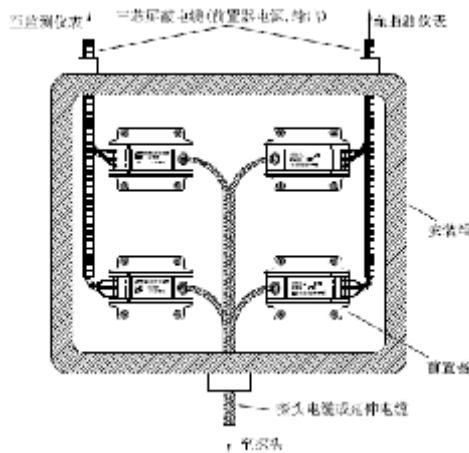
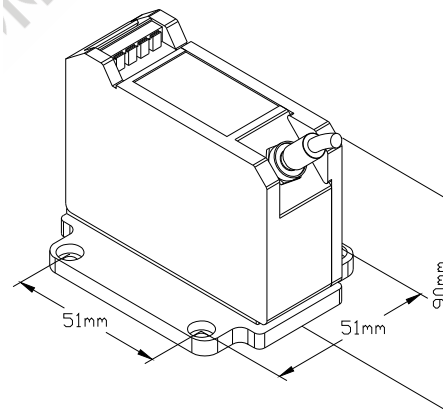
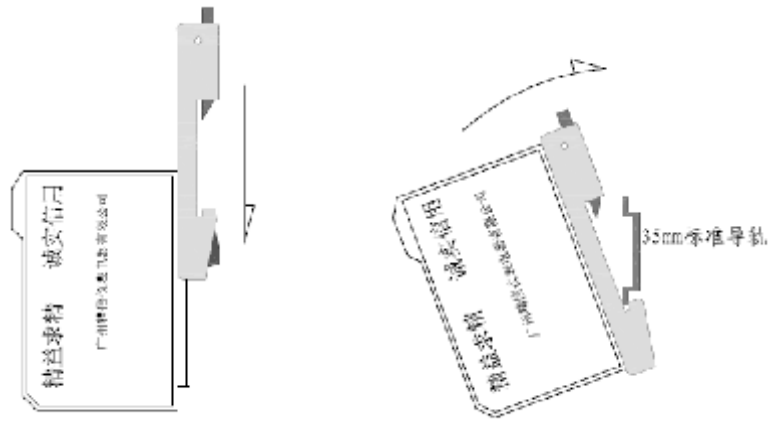
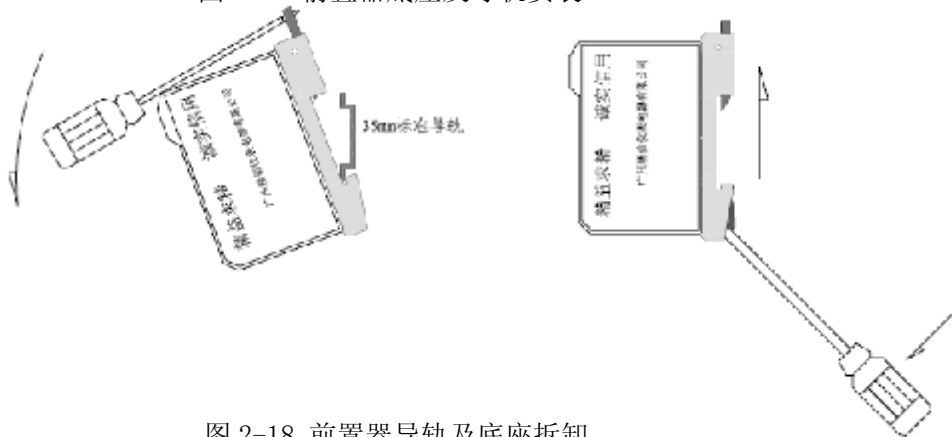

图 2-15 前置器安装示意图
图 2-16 前置器高度要求 (带高频接头高度大于 90mm)
图 2-17 前置器底座及导轨安装
图 2-18 前置器导轨及底座拆卸
建议把尽可能多的前置器装在同一个安装盒内，如图2-15，这样不仅可以减少安装费用，还可以简化电缆的铺设，便于维修检查。在同一个安装盒中安装多个前置器时，要避免前置器间相互接触，以保证前置器之间相互绝缘。同时必须注意前置器带高频接头后实际需要的安装高度为90mm，如图2-16所示，不然会挤压高频接头，导致接头与高频电缆接触不良，严重时可能损坏。
前置器提供的导轨底座如图2-17安装，并可以方便地固定到35mm标准导轨上。需要从导轨取下前置器时只需提供一把一字螺丝刀，如图2-18所示拆下来，最后从前置器上取下导轨卡座。底板式安装底座与导轨式安装方法类似，但底板式安装底座是用4个M4×12的螺栓固定，如图2-16。
前置器的安装尺寸同美国本特利 (BN) 公司 7200、3300、3300XL 系列型前置器兼容 (如图 2-16)，由于采用了工程塑料绝缘，无需如 BN 公司 7200 系列产品要求的绝缘垫板，但如果作为产品替换，原来的绝缘垫板不会影响前置器正常工作。